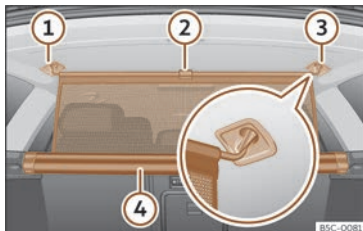

Abb. 191 Im Gepäckraum: Trennwandnetz einhängen.
- Ziehen Sie die Lasche >>> (Abb. 191) ② nach oben, um das Netz aus dem Gehäuse ④ zu nehmen.
- Hängen Sie das Trennnetz an der rechten oder linken Seite ③ (vergrößerte Darstellung) ein.
- Hängen Sie das Trennnetz an der Aufnahme der anderen Seite ① ein, indem Sie an der Stange ziehen.